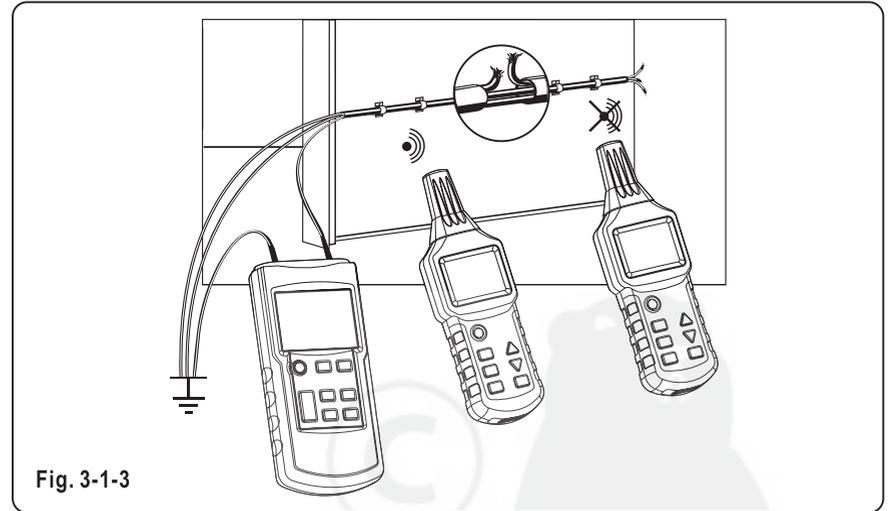

Fig. 3-1-3
- > Toutes les lignes qui ne sont pas nécessaires doivent être branchées à la mise à la terre auxiliaire, comme illustré à la Fig. 3-1-3.
- > Branchez le transmetteur à un fil et à une mise à la terre auxiliaire, comme illustré à la Fig. 3-1-3.